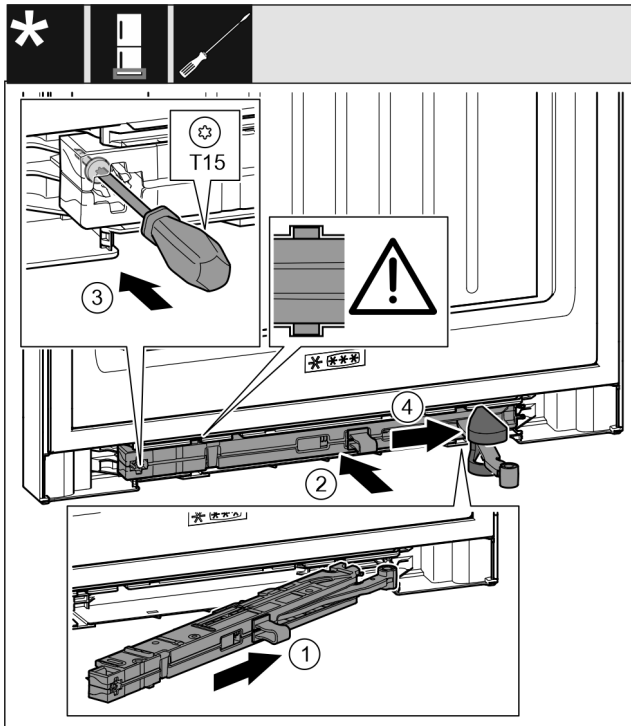

Fig. 62
- ▶ Schließdämpfereinheit Fig. 62 (1) auf der Lagerbockseite bis zum Anschlag schräg in die Aussparung einschieben.
- ▶ Schließdämpfereinheit Fig. 62 (2) vollständig in Aussparung schieben.
- ▶ Schraube Fig. 62 (3) mit einem Schraubendreher festschrauben.
- ▶ Abdeckung Fig. 62 (4) über Gelenk schieben.